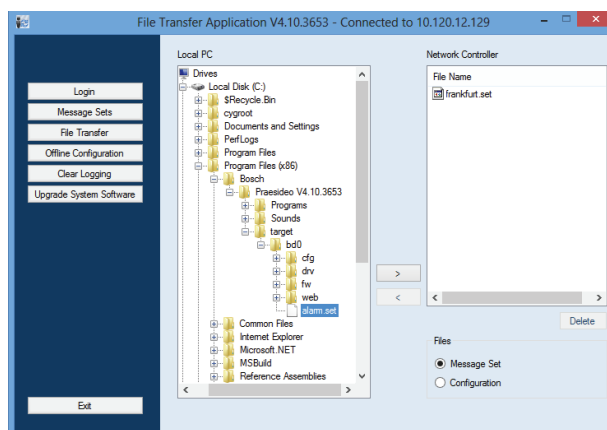

figura 45.10: Transferencia de un conjunto de mensajes
- 1 En la aplicación *File Transfer*, primero inicie sesión y a continuación haga clic en el botón *File Transfer*. Se mostrará una pantalla similar a la indicada en figura 45.10.